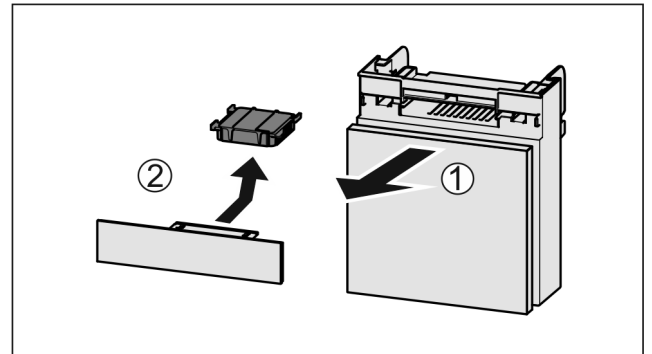

Fig. 83
- ▶ Extraire le compartiment par l'avant Fig. 83 (1).
- ▶ Sortir le filtre à charbon actif Fig. 83 (2).